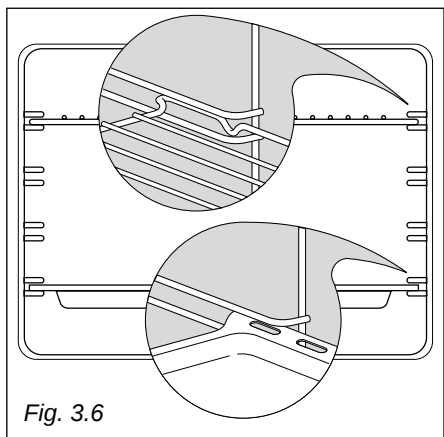

Fig. 3.6
- Infilare in mezzo alle guide dei telai laterali la leccarda e la griglia come in fig. 3.6.
La griglia va montata in modo che l'arresto di sicurezza, che ne evita l'estrazione accidentale, sia rivolto verso l'interno del forno (fig. 3.6)